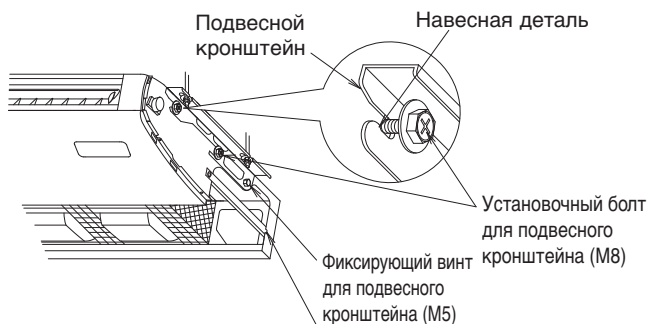

Рис. 11
- (2) Навесьте его, продвинув вперед, и вставьте подвесной установочный болт (M8) для временного фиксирования блока. (См. рис. 11)
- (3) Затяните винты (M5), крепящие кронштейн, в двух местах, там, где они были ослаблены. (См. рис. 11)
- (4) Надлежащим образом затяните болты (M8), крепящие подвесной кронштейн, в 4 местах. (См. рис. 11)